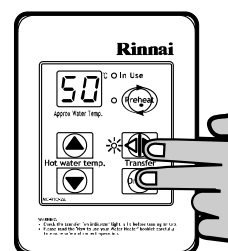

Fig. 7
STEP 1: Sul solo Comando Remoto Standard della CUCINA, premere e mantenere premuti contemporaneamente i pulsanti 'Transfer' e 'On/Off' (Fig. 7) fin quando non si avverte un segnale acustico (dopo circa 5 secondi).